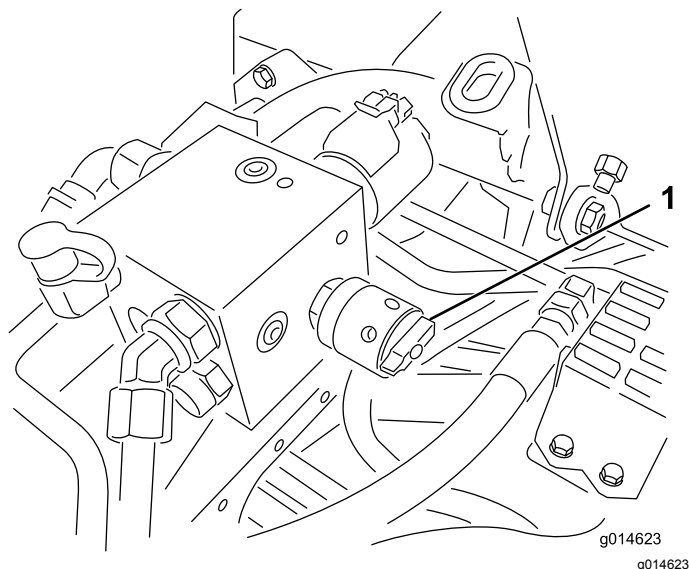

Figura 48
- Para ajustar a velocidade dos cilindros, rode o manípulo (Figura 48) até que as setas indicadoras fiquem alinhadas com o número que designa o ajuste desejado.